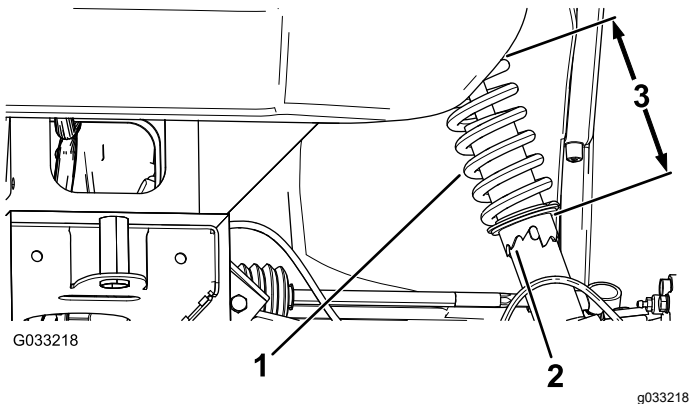

Bild 48
2. Wenn der Radsturz nicht richtig eingestellt ist, drehen Sie den Stelling am Stoßdämpfer mit einem Gabelschlüssel, um das Rad einzustellen (Bild 48).